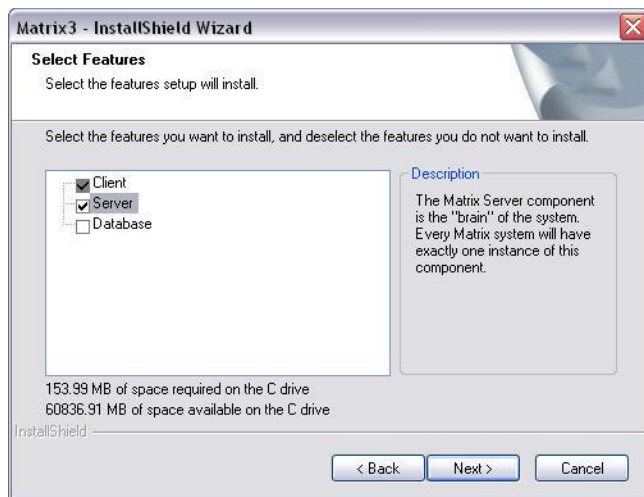

Рис. 15
7. На экране «Select Features» [Выберите параметры] (Рис. 15) нужно выбрать параметры дальнейшей установки и снять флажок напротив параметров, которые не нужно устанавливать. Нажмите «NEXT» [ДАЛЕЕ].